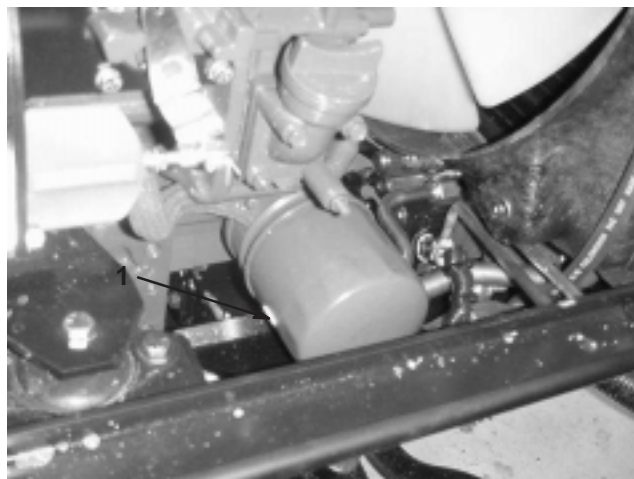

Bild 32
2. Entfernen Sie den Motorölfilter (Bild 32). Ölen Sie die neue Dichtung am Ölfilter leicht mit frischem Öl ein, bevor Sie den Filter eindrehen. **Nicht zu fest ziehen.**